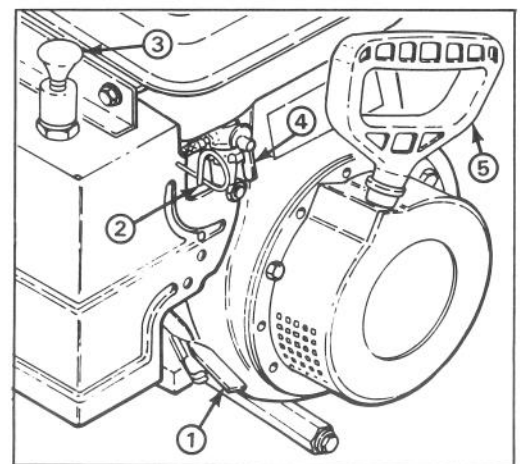

Figure 10
Commande des gaz (fig. 10)—Levez la commande des gaz pour augmenter la vitesse du moteur.
Starter (fig. 10)—Le starter se trouve au dos du couvercle du moteur. Mettez-le en position EN SERVICE maximale pour faire démarrer un moteur à froid. Lorsque celui-ci commence à se réchauffer, ramenez progressivement le starter vers la position HORS SERVICE.
Commande d'amorçage (fig. 10)—Tirez cette commande vers le haut pour pomper une petite quantité d'essence dans le moteur afin d'aider au démarrage par temps froid.
Valve d'arrêt de carburant (fig. 10)—Celle-ci se trouve sous le réservoir de carburant. Fermez la valve pour arrêter l'arrivée de carburant du réservoir dans le carburateur et ouvrez-
Démarrreur à cordon (fig. 10)—Placé à l'arrière du moteur, il sert à mettre le moteur en marche.
3. Tirez sur le starter afin de le mettre en position EN SERVICE maximale (fig. 10).
5. Tirez sur la commande d'amorçage (fig. 10) une seule fois s'il fait entre -12° et -18°C et deux fois s'il fait plus froid que cela.
6. Tirez sur la poignée du démarreur à cordon (fig. 10) lentement jusqu'à ce que l'engagement positif se produise; puis tirez d'un coup sec pour faire démarrer le moteur. Gardez une prise ferme sur la poignée du démarreur et laissez le cordon revenir lentement.
7. Lorsque le moteur est en marche, enfoncez le starter (fig. 10) jusqu'à mi-position pendant 10 à 30 secondes, puis éliminez-le complètement.